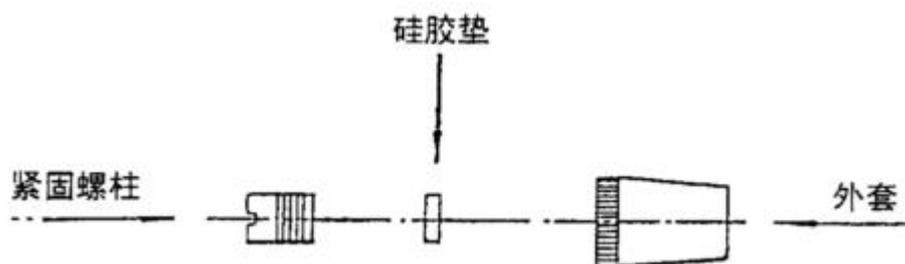

图 3
- 2、把硅胶装入干燥管中，注意不要把硅胶粉末装入。然后将试样注入口的旋塞装好（见图 3）。